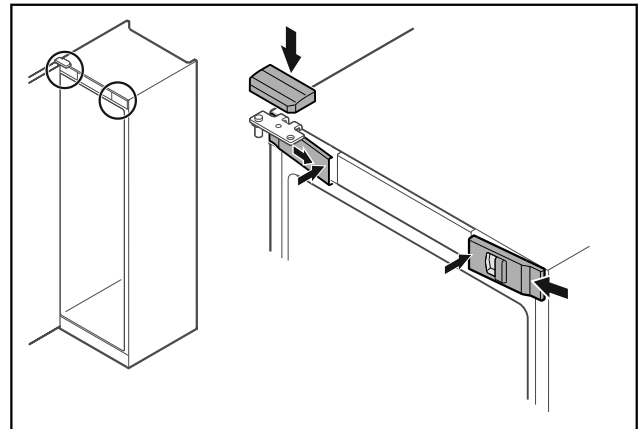

Fig. 48
- Voorste afdekkingen Fig. 48 (1) zijdelings aanbrengen en van binnen vastklikken.
- Bovenste afdekking Fig. 48 (2) van boven vastklikken.